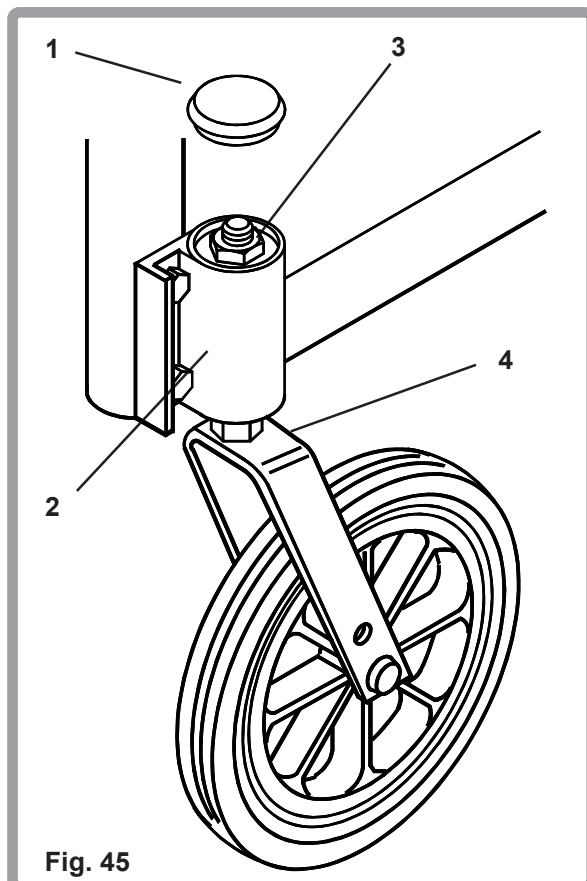

Fig. 45
Para ajustar la carrera del cojinete de la rueda delantera (Fig. 45), haga palanca para extraer la cubierta anti-polvo (1) de la cubierta del cojinete (2) y ajuste la carrera apretando la tuerca de sujeción (3) mediante una llave de tubo A/F de 19mm. Apriete un octavo de vuelta cada vez hasta eliminar la carrera, pero dejando que el ensamblaje de la horquilla de la ruedecilla (4) gire libremente. Vuelva a colocar la cubierta anti-polvo.